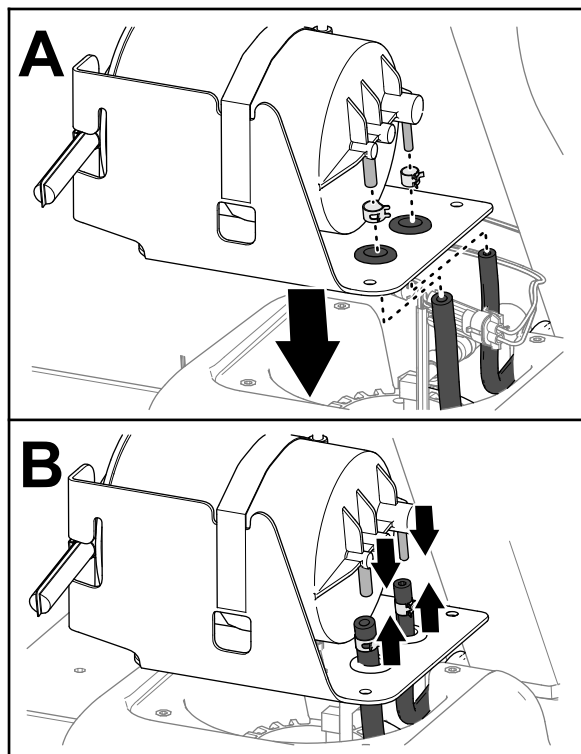

図 122
- カーボンキャニスタのハトメに燃料ホースを通す 図 122。
- ホースにホースクランプを嵌める 図 122。
- カーボンキャニスタのフィッティングTにホースを取り付ける 図 122。